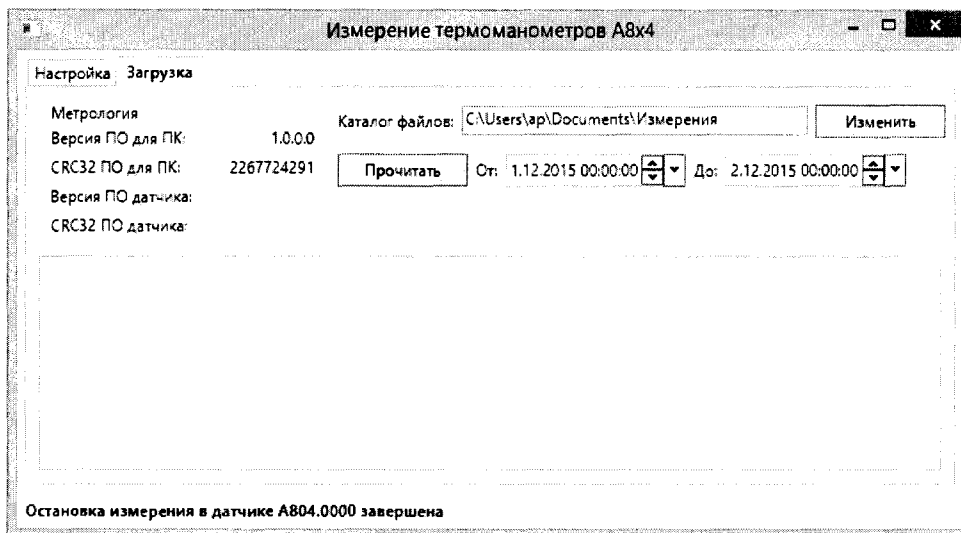

Рисунок 5 - Запуск чтения измерений
7.2.9 перейти на страницу «Загрузка» программы «A8X4Measure» (Рисунок 5) и указать: